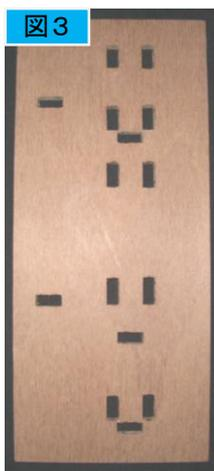
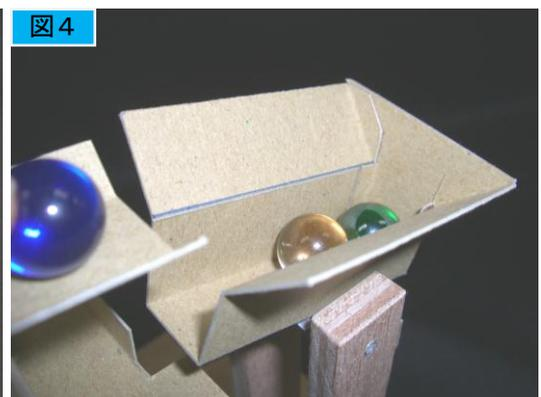

図3
図4
- ①昇降丸のこ盤を使用して、底板や柱の加工をしました。
- ②角のみ盤を使用して、底板に柱を立てるための穴をあけました(図3)。そして、それぞれの穴に木槌を用いて適切な長さの柱を打ち込みました。
- ③卓上ボール盤を使用して、ベルト部分の柱や鹿威し部分の柱に軸を通すための穴をあけました。
- ・ 工作用紙で作られている部品の中では、鹿威しの容器(図4)の形を改良しました。以前の容器では、ビー玉が上手く入らず、落下してしまうことありました。これを改善するために、両側面と後面に高さのある壁を設け、ビー玉の落下が起きないようにすることができました。